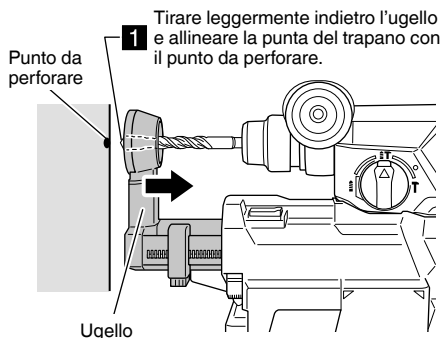

Fig. 10
- (1) Afferrare l'ugello con una mano e tirarlo leggermente indietro, allineare la punta del trapano con il punto da forare. (Fig. 10)